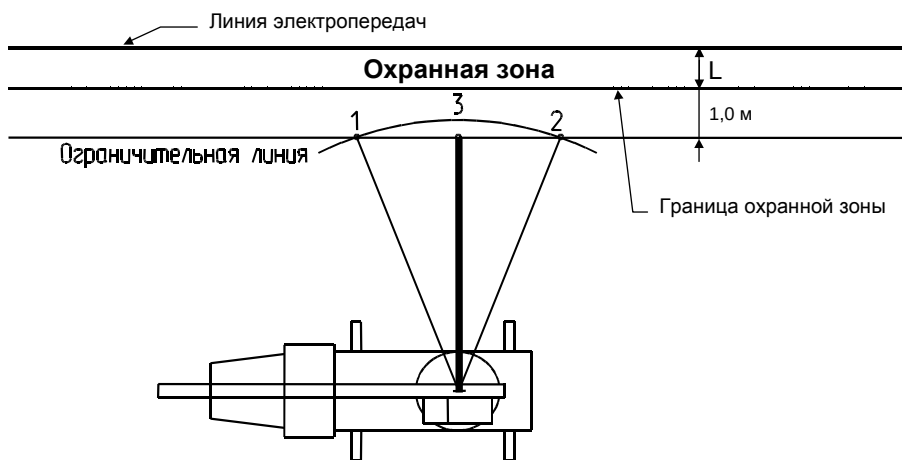

Рисунок 14 – Ввод ограничения **СТЕНА**
7.3.6.1.1 Ввод ограничения **СТЕНА** вести в следующей последовательности (см. рисунок 14).